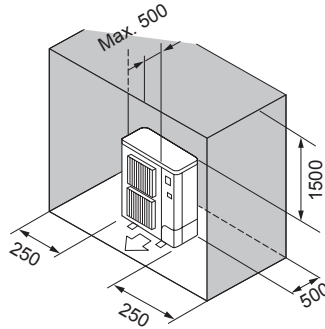

Fig. 2-8
- ⑥ Hindernisse auf der Rückseite, beiden Seiten und der Oberseite (Fig. 2-8)